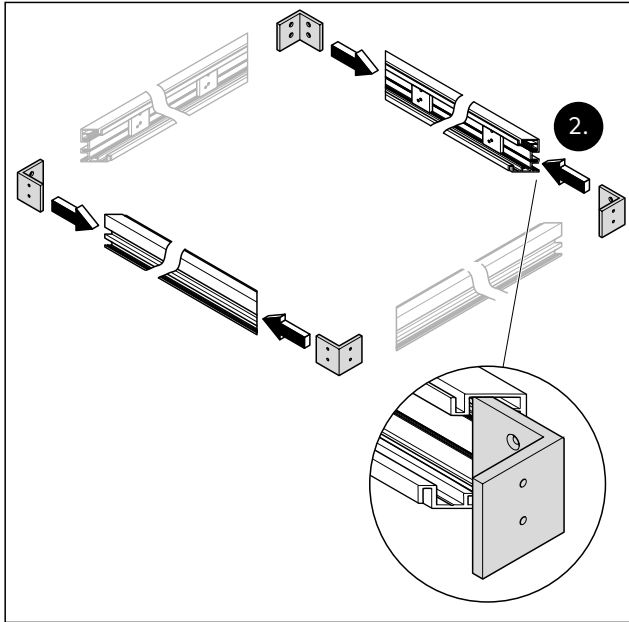

Abb. 16 Die Winkelstücke in jedes waagerechte Teilstück stecken
2. Die Winkelstücke in jedes waagerechte Teilstück stecken (Abb. 16).